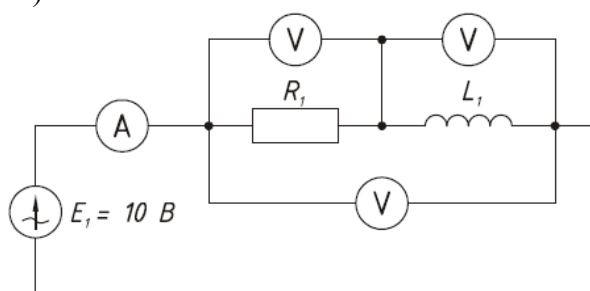

Рис. 1
2. Собрать схему в соответствии с рис. 1. Устанавливая индуктивность катушки в соответствии с таблицей 1 записать значения токов и напряжений с указательных приборов. ($R_1 = 100 \text{ Ом}$)